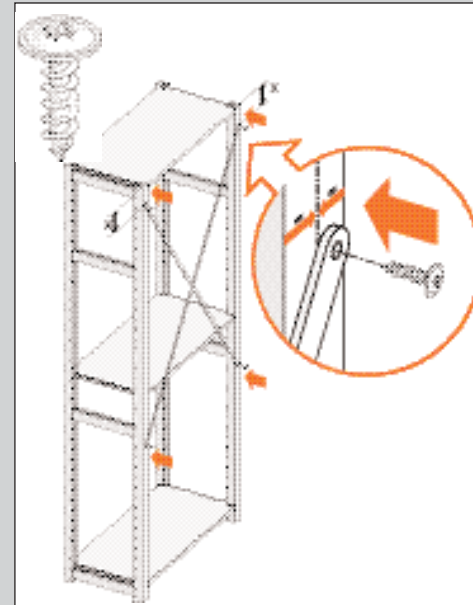

ABBILDUNG 30
1. Schrauben Sie die Stabilisierungsschere oben in der Mitte des Ständers mit zwei Schrauben fest. Achten Sie darauf, dass Sie die Stabilisierungsschere auf beiden Seiten in gleicher Höhe festschrauben (siehe Abb. 30).